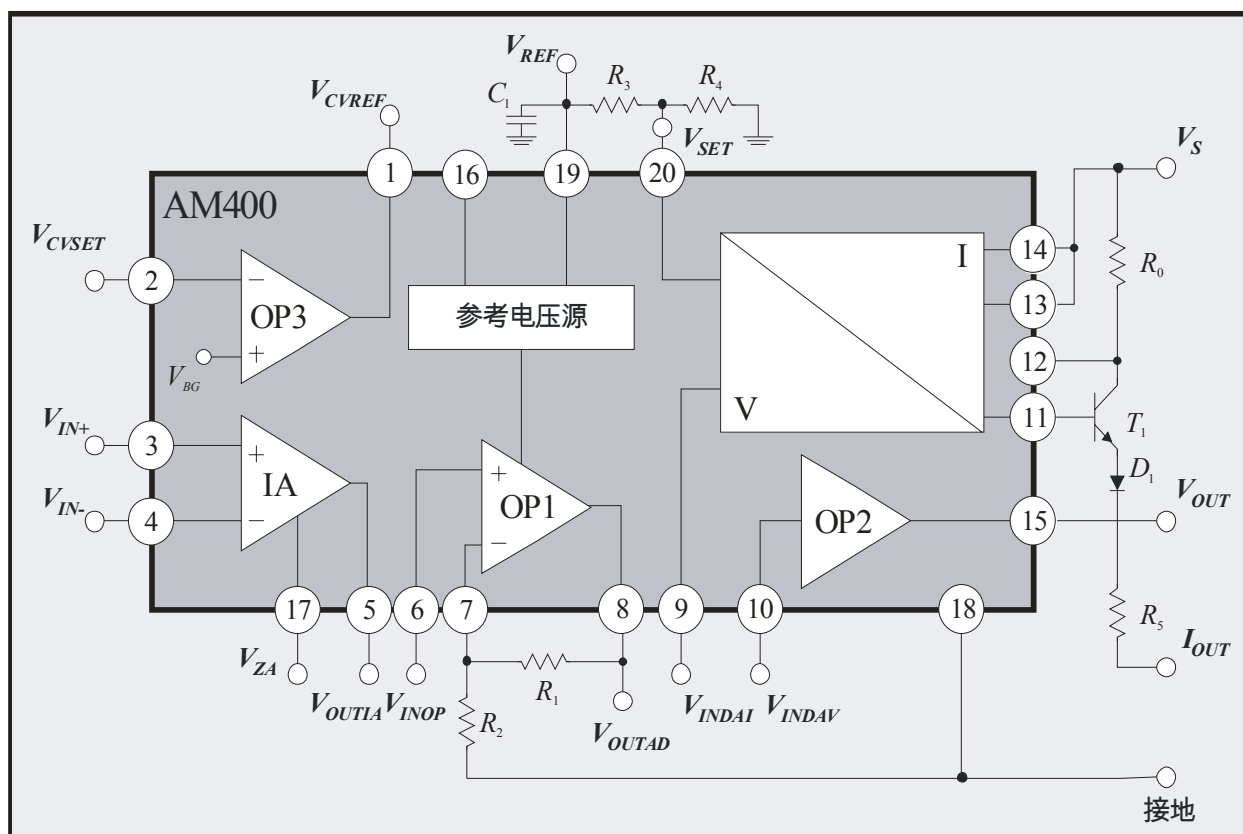

图 2: AM400 的基本电路接线图（此处是三线制电流输出）
AM400 是采用模块方式集成的一个专用集成电路。AM400 是一个用途广泛的可以处理差分电桥信号和单端接地电压信号的具有电压和电流二路平行输出的转换变送接口集成电路。原则上 AM400 可以用作二线方式或三线方式应用，但如果需要电压和电流二路同时输出时，只能采用三线方式¹。AM400 的功能在图 1 中可看到，当然要使 AM400 工作还需要一些外接元器件。采用模块方式集成的 AM400 电路，各个模块的功能相互独立，可以组合也可以分开使用（见图 2）。下面分别加以描述。
1. 在电路（如图 2）中，电容 C_1 是始终需要连接上，它必须质量可靠（比如瓷片电容），电容量要在整个工作温度范围内满足要求。在二线制工作方式时，电容 C_2 必须也要连接上。